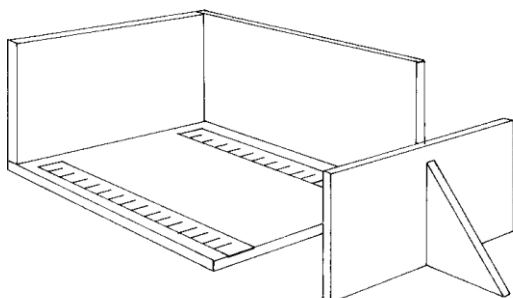

Abb. 4
- Beim Messen der Handschriften mit dem Messgerät (Abb. 4) ist darauf zu achten, dass das Buch zum Messen der Dicke mit dem von rechts kommenden mobilen Brett stark zusammengedrückt wird. Im Gegensatz zu einem Schuber besteht hier keine Gefahr, dass der Buchschuh zu eng werden könnte. Weil der Buchschuh oben offen ist, kann er kleine Ungenauigkeiten immer auffangen. Wird beim Messen der Dicke nicht genügend Druck auf das Buch ausgeübt, werden die Buchschuhe viel mehr Platz im Regal benötigen. Der Buchschuh muss überall im rechten Winkel sein, er soll nicht an die Schrägen der alten Bücher angepasst werden. Für das Abmessen der Höhe, Breite und Stärke des Buches wird immer das grösste Mass verwendet. Der bewegliche Teil des Messgerätes wird an beiden Massstäben auf dasselbe Mass eingestellt ! Die Buchschuhe müssen in der Höhe etwa 5 mm unterhalb der Oberkante der Deckel enden und in der Breite